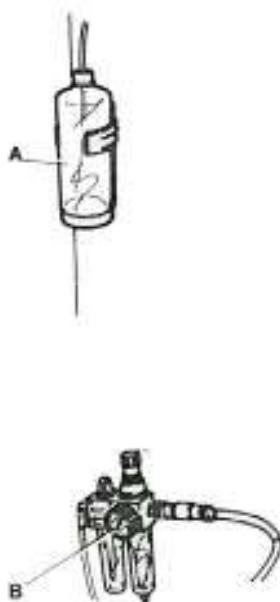

Рис. 2
- Залить охлаждающую жидкость в емкость, затем вставить трубку в емкость, ниже уровня жидкости (Рис. 2).